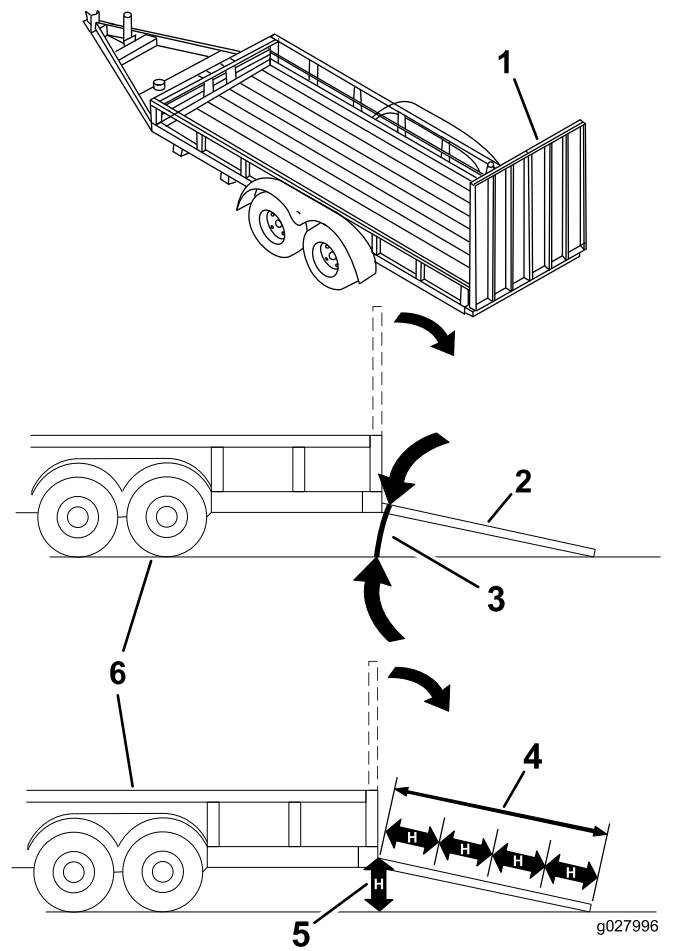

Figure 41
Le chargement de la machine sur une remorque ou un camion augmente le risque de basculement et donc de blessures graves ou mortelles (Figure 41).
3. Abaissez la rampe pour que l'angle avec le sol ne dépasse pas 15 degrés (Figure 41).
1. Abaissez la rampe pour que l'angle avec le sol ne dépasse pas 15 degrés (Figure 41).